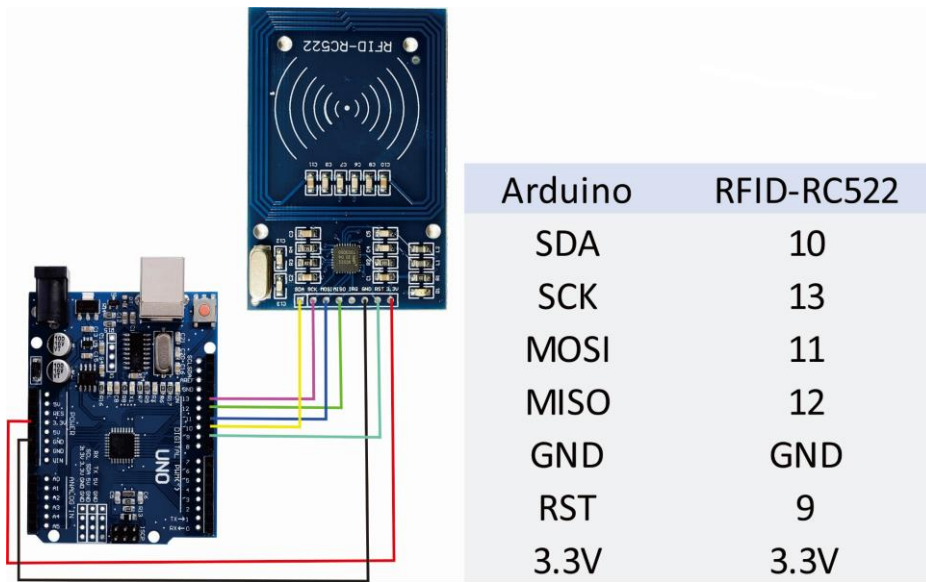

Рис. 9. Підключення модуля MFRC522 до Arduino Uno
2. Підключити до Arduino RFID-модуль на базі MFRC522 так, як показано на рис. 9. Для підключення RFID-модуля MFRC522 може використовуватись інтерфейс I²C або SPI. В цій схемі використовується 4-провідний інтерфейс SPI та окремий провідник для сигналу скидання Reset (RST).